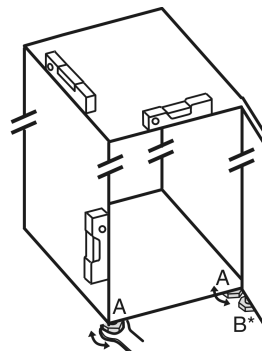

Fig. 4
- ▶ Izmantojot pievienoto uzgriežņu atslēgu un līmeņrādi, izskrūvējiet kājiņas Fig. 4 (A), līdz ierīce ir noregulēta stabilā un taisnā stāvoklī.
- ▶ Izmantojot pievienoto uzgriežņu atslēgu, izskrūvējiet kājiņu Fig. 4 (B) no gultņa balsta, līdz tas atrodas uz grīdas.
- ▶ Pagrieziet kājiņu Fig. 4 (B) vēl par 90°.